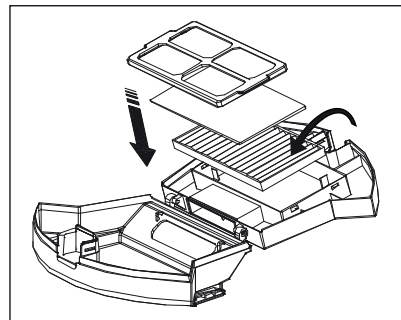

Fig. 13
- 8) Placez à nouveau le filtre EPA **7** et le filtre mousse dans le compartiment et fixez le filtre-tamis sur le compartiment. Refermez le bac à poussière **14** (voir fig. 13).